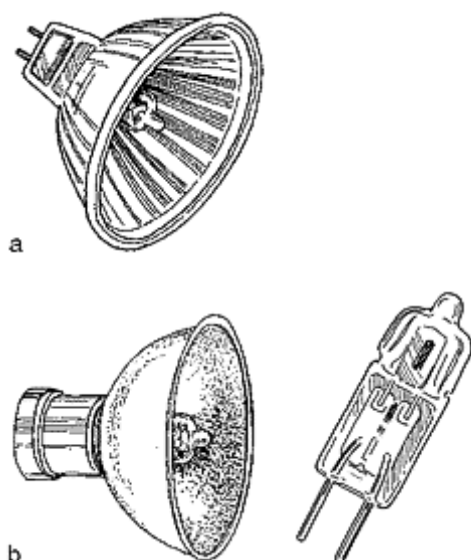

Fig. 13
- Armatur beregnet for kaldtlysreflektorlamper eller varmtlysreflektorlamper, se fig. 13 a. Her er lampen og reflektoren én enhet og selve lyskilden bestemmer spredningsvinkel, lysstyrke osv. Standard kaldtlysreflektorlamper sender ca. 60 – 70 % av varmen bakover i himlingen/armaturen. Varmtlysreflektorlamper er pådampet et metallbelegg (aluminium) som leder mesteparten (75 – 90 %) av varmen forover. Forskjellen mellom kaldt- og varmtlyslamper går på varmemengden som sendes i lysretningen, og har ikke noe å gjøre med om lysfargen (lystemperaturen) er kald eller varm. Varmtlysreflektorlamper bør brukes i armaturer som er innfelt i himlingen fordi varmebelastningen på himlingen blir mindre. Lavere varmebelastning gir også lengre levetid (inntil en dobling) for innebygde elektroniske trafoer. Ved skifte av lampe er det viktig å kontrollere merkingen på lampen, slik at man bruker riktig lampetype.
- Downlight med innebygd aluminiumsreflektor for lavvolts halogenlamper, se fig. 13 b. Reflektoren er integrert i armaturen, og man bytter kun lampen. Det er armaturens reflektor som bestemmer spredningsvinkel, lysstyrke osv. Siden reflektoren er innebygd i armaturen, skal man bruke vanlige halogenlamper, ikke reflektorlamper. Downlight med alu-reflektor sender 90 – 95 % av varmen framover langs stråleretningen. Armaturer med innebygd alu-reflektor er noe dyrere enn armaturer beregnet for reflektorlamper, men sikrere mot uheldig varmebelastning i himlingen.